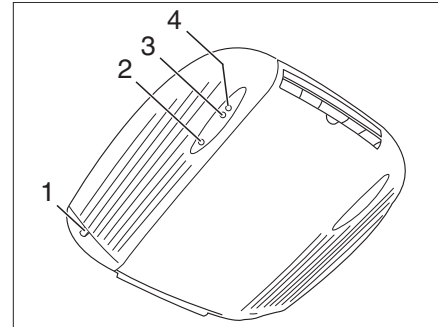
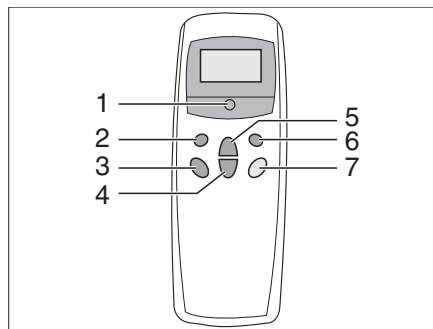

Bild 221 Innenansicht
Bild 222 Fernbedienung
Die Klimaanlage ist auf dem Dach des Fahrzeugs angebracht. Die Fernbedienung (Bild 222) für die Klimaanlage befindet sich im Küchenbereich.
- Fahrzeug an die 230-V-Versorgung anschließen. Die Klimaanlage ist betriebsbereit. Die rote LED (Bild 221,2) leuchtet.
- Zum Einschalten die Taste (Bild 222,5) auf der Fernbedienung drücken.
- Die gewünschte Betriebsart mit der Taste (Bild 222,1) einstellen. Die grüne Kontroll-Leuchte (Bild 221,3) zeigt den Kühlbetrieb, die rote Kontroll-Leuchte (Bild 221,4) den Heizbetrieb an.
- Bei Bedarf mit den Tasten (Bild 222,3 und 4) die gewünschte Gebläseleistung und Raumtemperatur einstellen.
- Zum Ausschalten die Taste (Bild 222,5) auf der Fernbedienung erneut drücken.